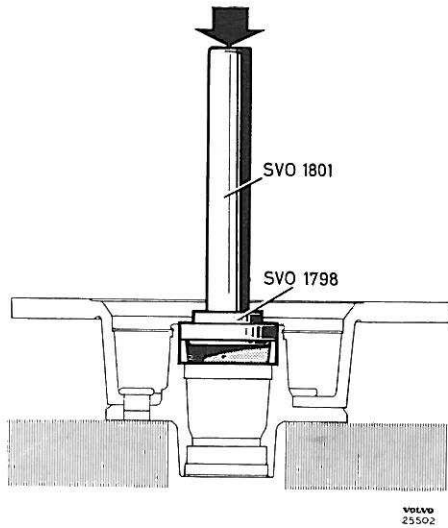
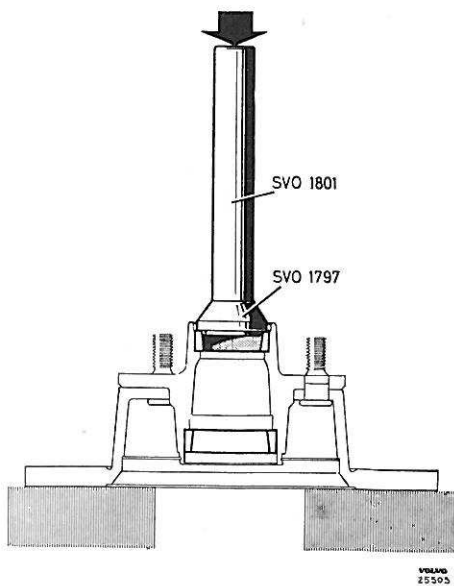

Figure 29. Montage de la cuvette du roulement intérieur
Figure 30. Montage de la cuvette du roulement extérieur
6. Enfoncer en place les cuvettes des nouveaux roulements. En plus de la poignée de base SVO 1801, se servir du mandrin SVO 1798 (figure 29) pour le roulement intérieur et du mandrin SVO 1797 (figure 30) pour le roulement extérieur.